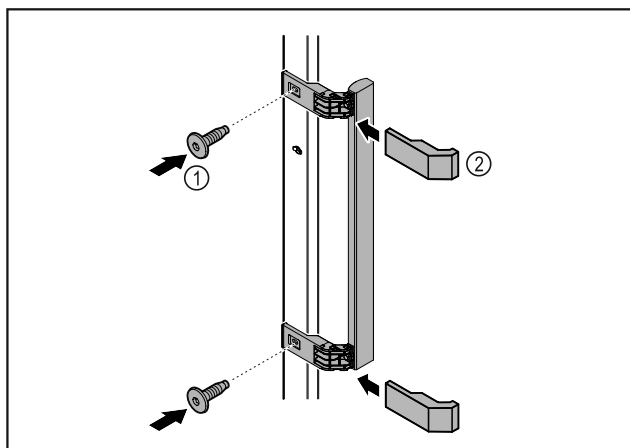

Fig. 7
- Meegedeelde greep met de meegedeelde schroeven Fig. 7 (1) op de deur aanbrengen.
- Afdekplaatje Fig. 7 (2) plaatsen.